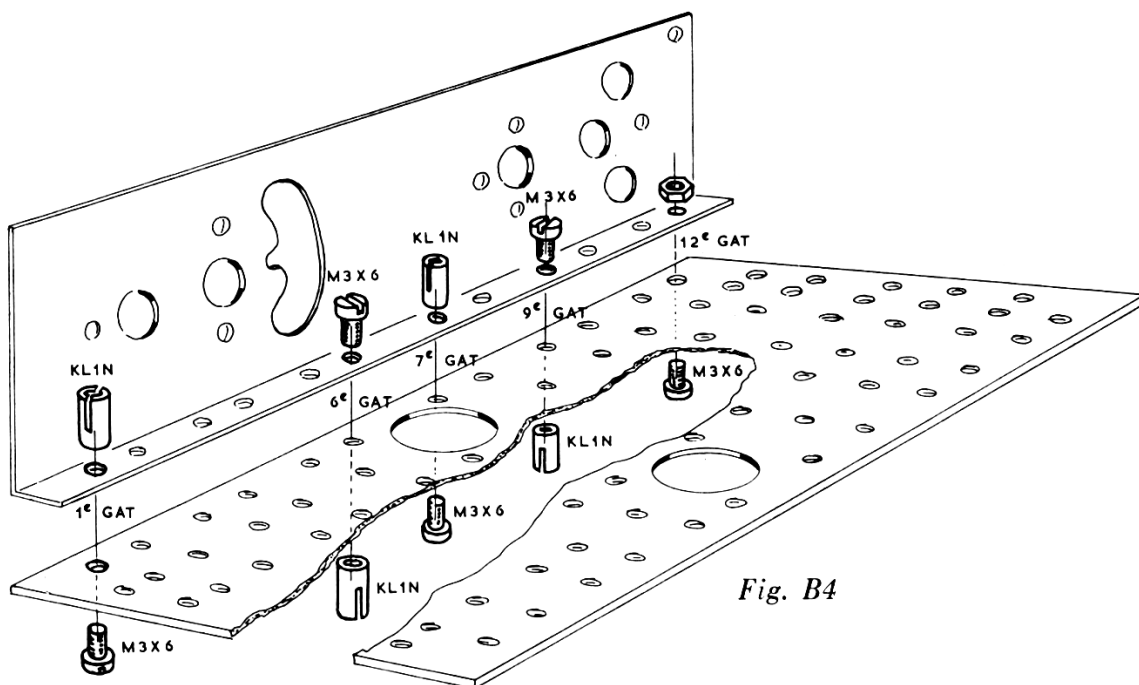

Fig. B4
1. Zet eerst één van de metalen montageplaten vast aan de montageplaat van bruin isolatiemateriaal.) Let op de juiste stand van de metalen montageplaat!) Hiervoor worden gebruikt: één kort boutje met bijbehorend moertje en vier draadklemmen KL 1 N met bijbehorende korte boutjes. Let op de juiste plaats van de klemmen: twee aan de ene en twee aan de andere zijde van de montageplaat. Zet alle boutjes stevig vast (fig. B4).